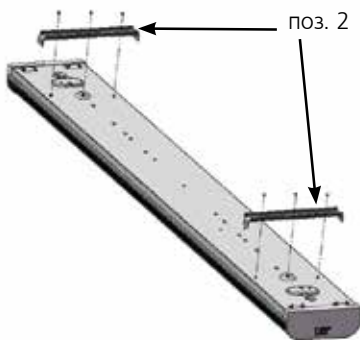

Рис. 1
1. Подготовить к установке светильник TLPL (со светильника снять рассеиватель см. рис. 1).